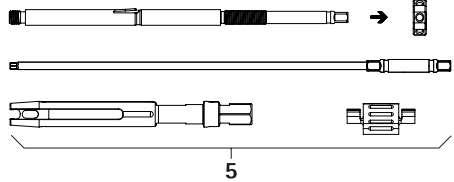

Afb. 2
- Demonteer de repositiehefboom **4**, zie Afb. 2: druk de knop **A** stevig in en verwijder de schroeven-draaier FW234R.